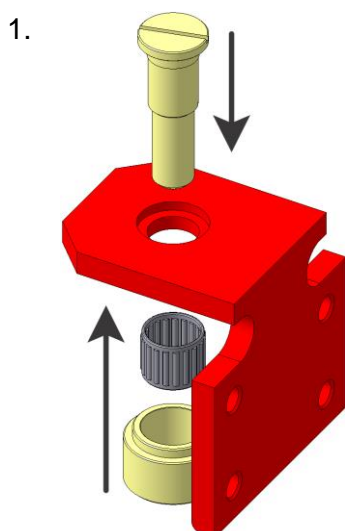

Рисунок 46
- С помощью крепежных изделий (болт М10 – 4 шт., шайба М10 – 4 шт., гайка М16 – 1 шт., шайба М16 – 1 шт.) установите ранее демонтированный задний упор с роликом в исходное положение (см. рисунок 46 - 48).